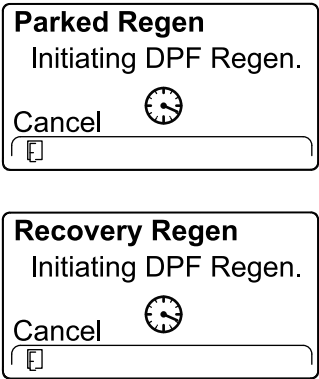

Figura 60
- El InfoCenter muestra el mensaje INITIATING DPF REGEN (Iniciando regeneración de DPF) (Figura 60).